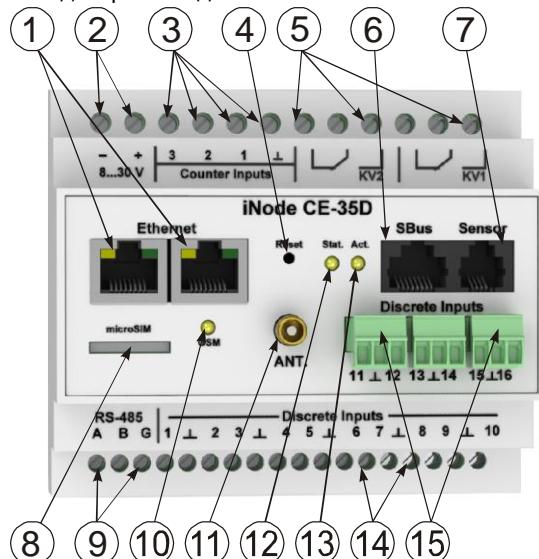

Рисунок 1 – Внешний вид и назначение органов управления и индикации контроллера iNode CE-35D
3.3.3 Для исполнения контроллера с функцией GSM установите micro-SIM карту в разъем **8** (*см. рисунок 1*) и подключите antennу к разъему **11** (*рисунок 1*).
3.3.8 Подключите, при необходимости, исполнительные механизмы к счетным входам контроллера (*см. рисунок 1*). Подключение положительного проводника исполнительного механизма производится клеммному блоку соответствующего счетного входа, отрицательного – к общему для всех счетных входов клеммному блоку, обозначенному символом « \perp ».
3.3.9 Подключите, при необходимости, используемые дискретные датчики к разъемам дискретных входов (*см. рисунок 1*). Подключение положительного (если регламентирована полярность сигналов датчика) проводника дискретного датчика производится клеммному блоку соответствующего дискретного входа, отрицательного – к одному из общих для всех дискретных входов клеммному блоку, обозначенному символом « \perp ».
3.3.10 Подключите к разъему питания (*см. рисунок 1*) источник питания, с выходным напряжением 8-30 В и выходной мощностью не менее 6 Вт (10 Вт для исполнения контроллера с модулем GSM).